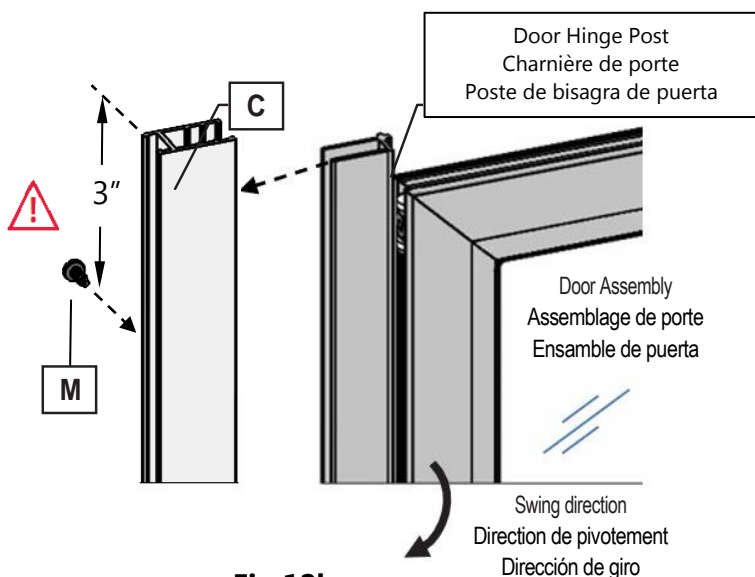

Fig 12b
2. Temporarily secure the Door Hinge Post to the **Wall Jamb (C)** from inside the shower with one **#6 x 3/8" PHPT Adjustment Screws (M)** Locate the screw at 3" from the top and 1/4" from the edge of the **Wall Jamb (C)**. **(Fig 12b/12c)**
2. Fixez temporairement le montant de la charnière de la porte au **montant du mur (C)** depuis l'intérieur de la douche avec une **vis de réglage #6 x 3/8" PHPT (M)**. Placez la vis à 3" du haut et à 1/4" du bord du **montant de mur (C)**. **(Fig 12b/12c)**